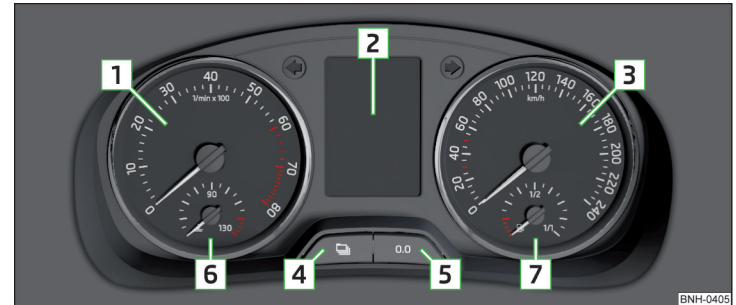
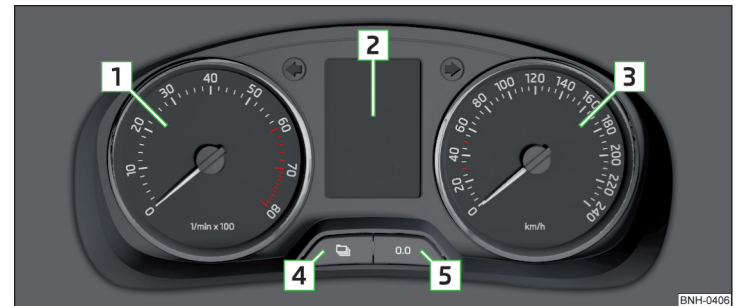

Abb. 20 Kombi-Instrument - Variante 1
Abb. 21 Kombi-Instrument - Variante 2
Der Drehzahlmesser **1** » Abb. 20 auf Seite 30 bzw. » Abb. 21 auf Seite 30 zeigt die aktuelle Motordrehzahl pro Minute an.
Der Geschwindigkeitsmesser **3** » Abb. 20 auf Seite 30 bzw. » Abb. 21 auf Seite 30 zeigt die aktuelle Geschwindigkeit an. ▶
Gilt für Fahrzeuge mit dem Kombi-Instrument - Variante 1 » Abb. 20 auf Seite 30.
Bei Fahrzeugen mit dem Kombi-Instrument - Variante 2 » Abb. 21 auf Seite 30 wird die Kühlmitteltemperatur nur durch das Aufleuchten bzw. Erlöschen einer der Kontrollleuchten angezeigt » Seite 37, \*\*A\*\*, \*\*B\*\* Kühlmittel.
► Die Taste **5** » Abb. 20 auf Seite 30 bzw. » Abb. 21 auf Seite 30 länger drücken.